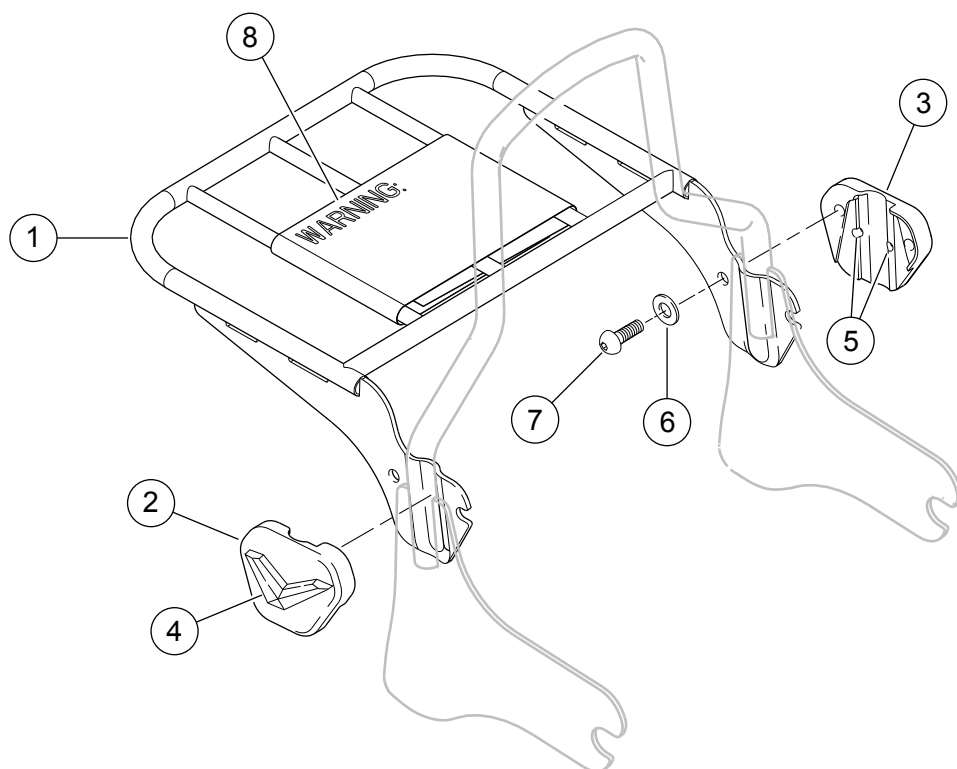

Figura 1. Parti di ricambio: Kit portabagagli dello schienale rimovibile del passeggero
Vedere Figura 1 e Tabella 1.
1. Vedere Figura 1. Nel caso in cui non sia presente nel pacchetto già montato, montare il logo V su ognuna delle staffe di montaggio (2 e 3) utilizzando viti autofilettanti No 4-40 (5).
3. Avvitare le viti a testa bombata (7) attraverso le rondelle (6), quindi attraverso i fori presenti nel sostegno del portabagagli e nella piastra laterale dello schienale del passeggero e infine nelle staffe di montaggio (2 e 3). Applicare LOCTITE 243 (blu) alle viti prima dell'installazione. Serrare a mano.
*Lo schienale illustrato nella Figura 1 non è incluso in questo kit e deve essere acquistato separatamente.*